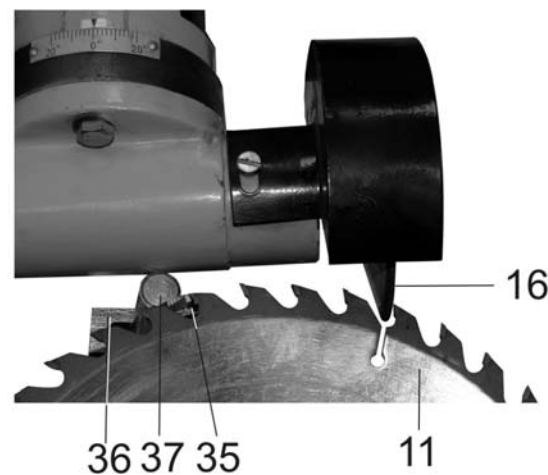

Рис. 6
9.1.11. Ослабьте фиксацию опорной планки (36) и стойки (37). Установите фиксатор (35), как показано на Рис. 6, вплотную (до упора) к зубу пильного диска (11). При мелком зубе и маленьком шаге зубьев пильного диска (11) стойка (37) может упираться в поворотную головку (15) и мешать процессу заточки. Поэтому, в зависимости от величины шага зубьев пильного диска (11), фиксатор (35), устанавливайте через 2, 4, 6 зубьев от затачиваемого зуба, на плоскость зуба с другими углами заточки при условии, что пильный диск (11) уже имел заводскую заточку и выработка зубьев пильного диска (11) одинаковая. Устанавливайте фиксатор (35) таким образом, чтобы он не упирался в режущую кромку зуба пильного диска (11).